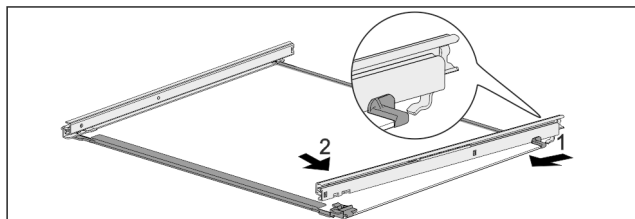

Fig. 140 Ripiano in vetro con guide
- Agganciare la guida sul lato posteriore. Fig. 140 (1)
- Innestare la guida sul lato anteriore. Fig. 140 (2)